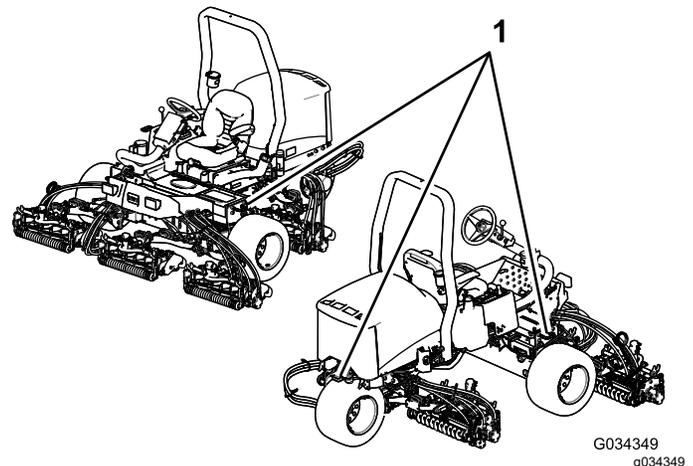

Figura 43
- Fissate saldamente la macchina con cinghie, catene, capi o corde. Sia la cinghia anteriore, sia quella posteriore dovranno essere rivolte verso il basso e all'esterno rispetto alla macchina.; vedere la Figura 43.